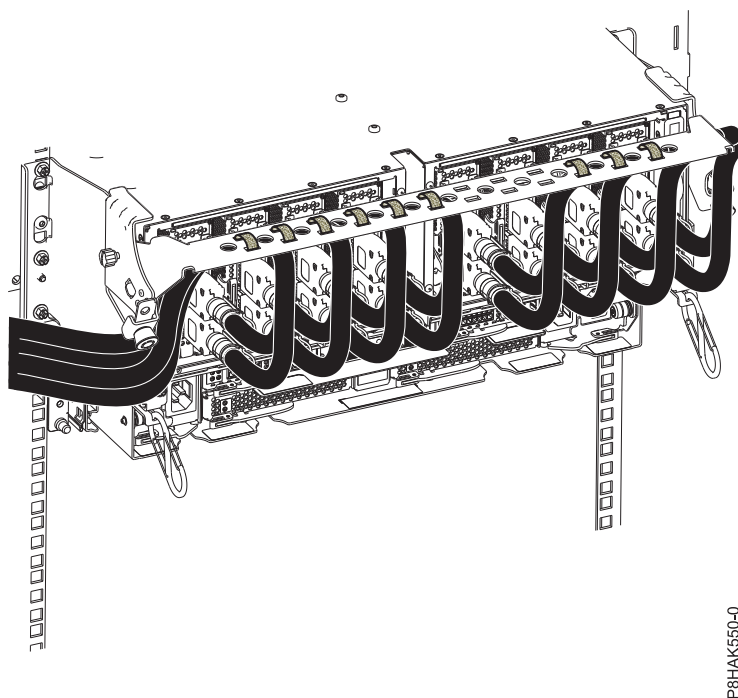

Figura 11. Com fer passar els cables per la peça de subjecció portacables
5. Feu passar el CXP, els cables del calaix d'expansió i els cables d'entrada/sortida (E/S) per la peça de subjecció portacables. Consulteu la Figura 11 a la pàgina 11.
- f. Mitjançant cintes de velcro, feu passar el cable sobrant i la fibra de cable per la peça de subjecció portacables, tal com es mostra a la Figura 11 a la pàgina 11.